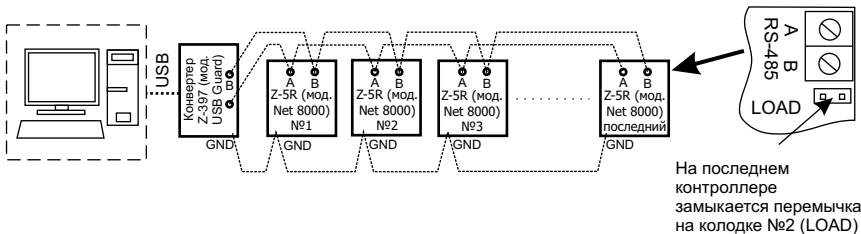

Рис.5 Вариант подключения контроллеров к ПК при работе в сетевом режиме
На рис.5 приведён вариант подключения контроллеров к ПК. Термин "последний" означает, что контроллер является физически последним в линии связи.
- Б.** Вход - по картам стандарта EM-Marine, выход - с помощью кнопки открывания замка (см. рис.5):